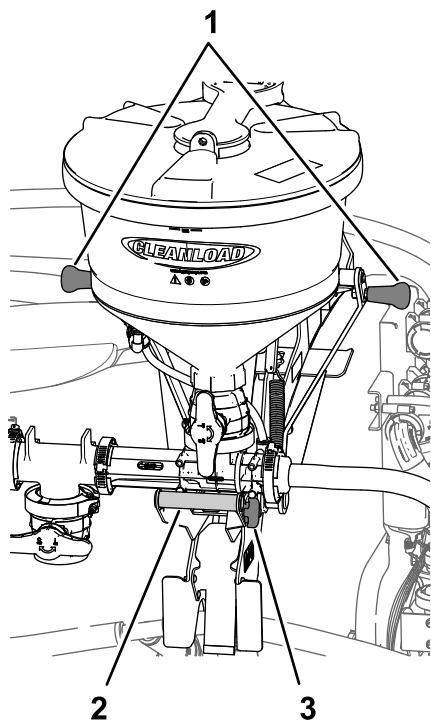
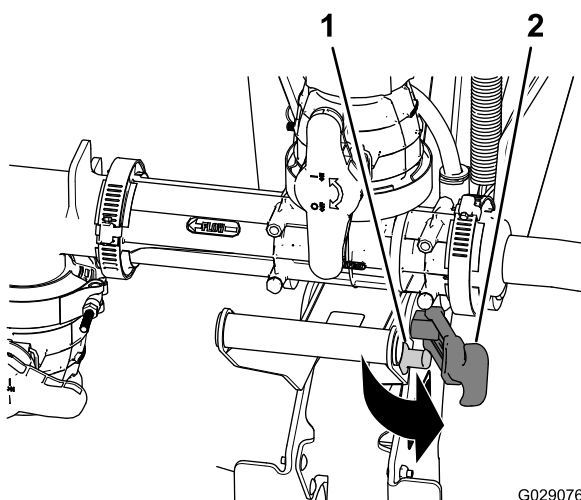
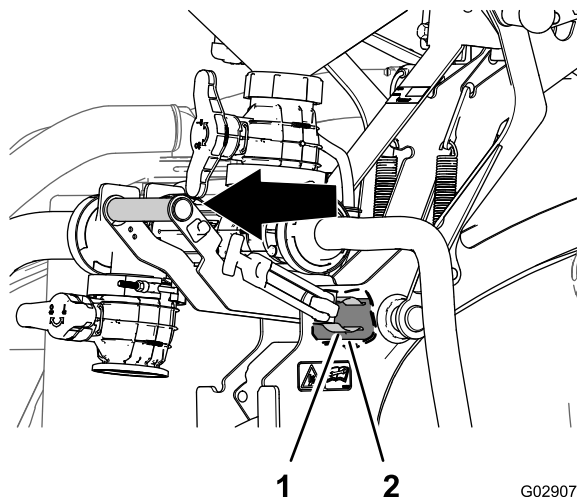
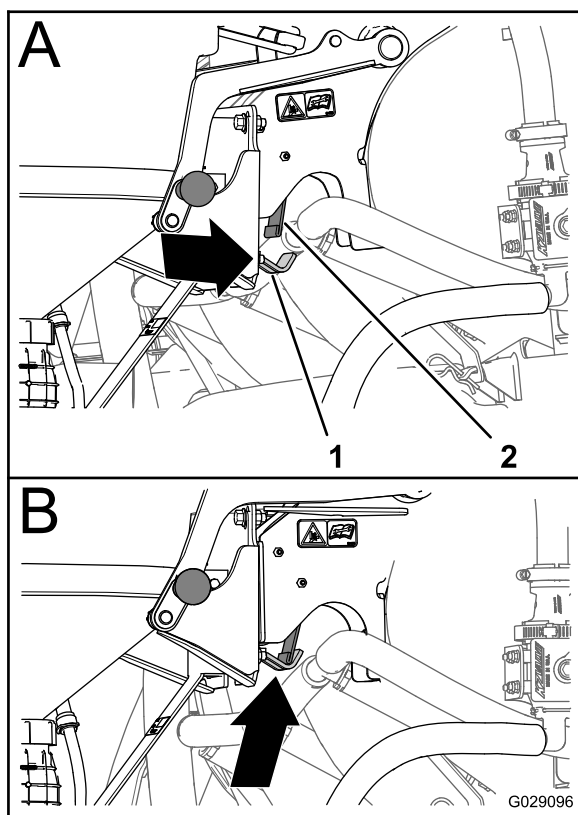

Figura 31
Figura 32
Figura 33
Figura 36
1. inei mânerul ejectorului i tragei mânerul clichetului de pe suportul clichetului (Figura 31 i Figura 32).
2. inei mânerul ejectorului din partea de sus a cadrului de susținere i mânerul ejectorului i tragei mânerul ejectorului până când clema arc se eliberează din tubul pivot (Figura 31 i Figura 33).
5. Atunci când clichetul plăcii spate este sub placa cu arc (A din Figura 36), rotești mânerul ejectorului spre interior, astfel încât porțiunea cârligului clichetului să fie aliniată în spatele plăcii cu arc (B din Figura 36).
1. Țineți un mâner de la partea de sus a cadrului de susținere și trageți mânerul ejectorului spre exterior până când porțiunea cârligului clichetului este aliniată spre exteriorul plăcii cu arc (Figura 33 și Figura 36).
4. Împingeți mânerul ejectorului astfel încât cârligul să se ridice spre tija clichetului și clema arc să se așeze complet în jurul tubului pivot. (Figura 33).
5. Trageți mânerul clichetului pe suportul clichetului (Figura 32).